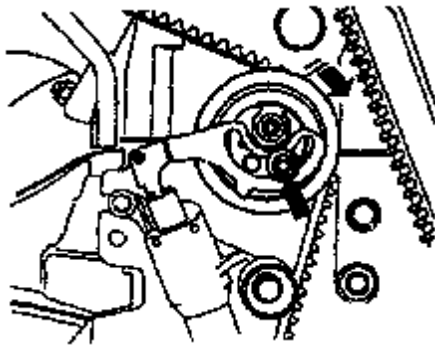

图 4-43 拆卸齿形皮带
(5) 如图 4-43 所示, 松开张紧装置 (图 4-43 所示箭头), 拆下齿形皮带。